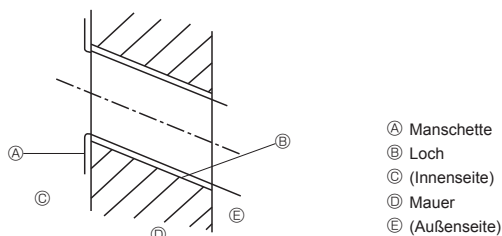

Fig. 3-3
- ① Lochmitte
- ② Skala mit der Linie ausrichten
3.2.2. Die Löcher für die Rohrleitung bohren (Fig. 3-3)